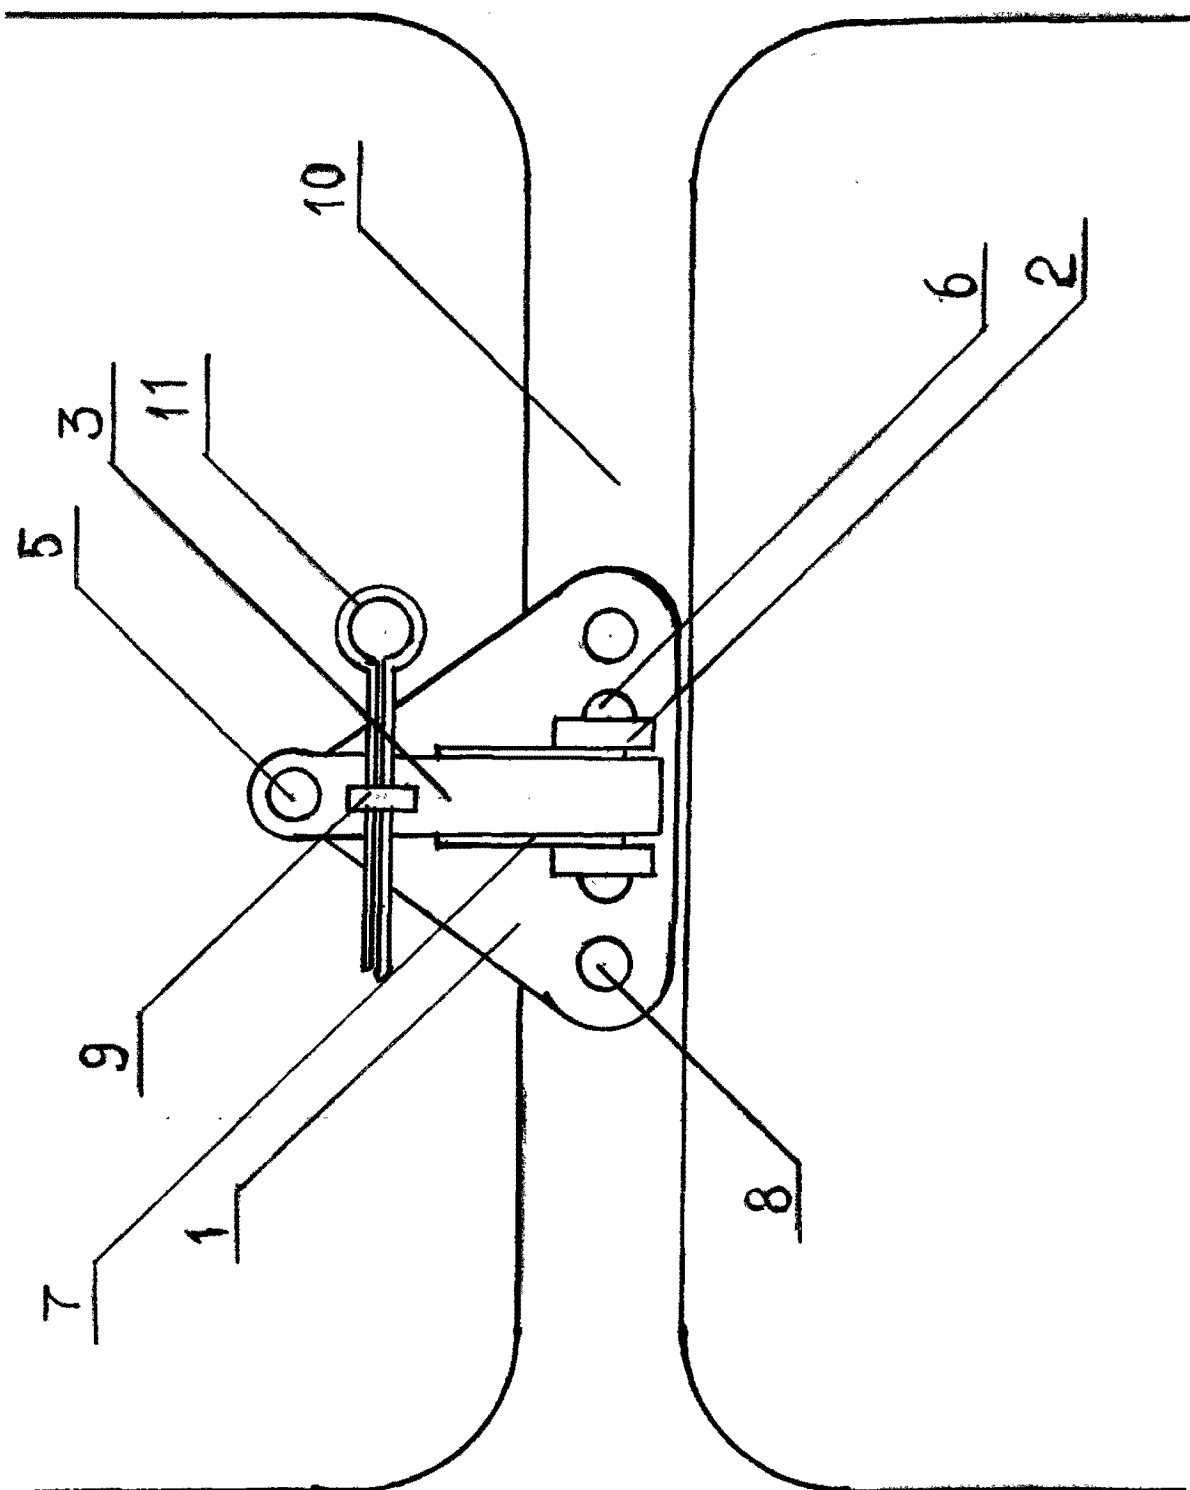
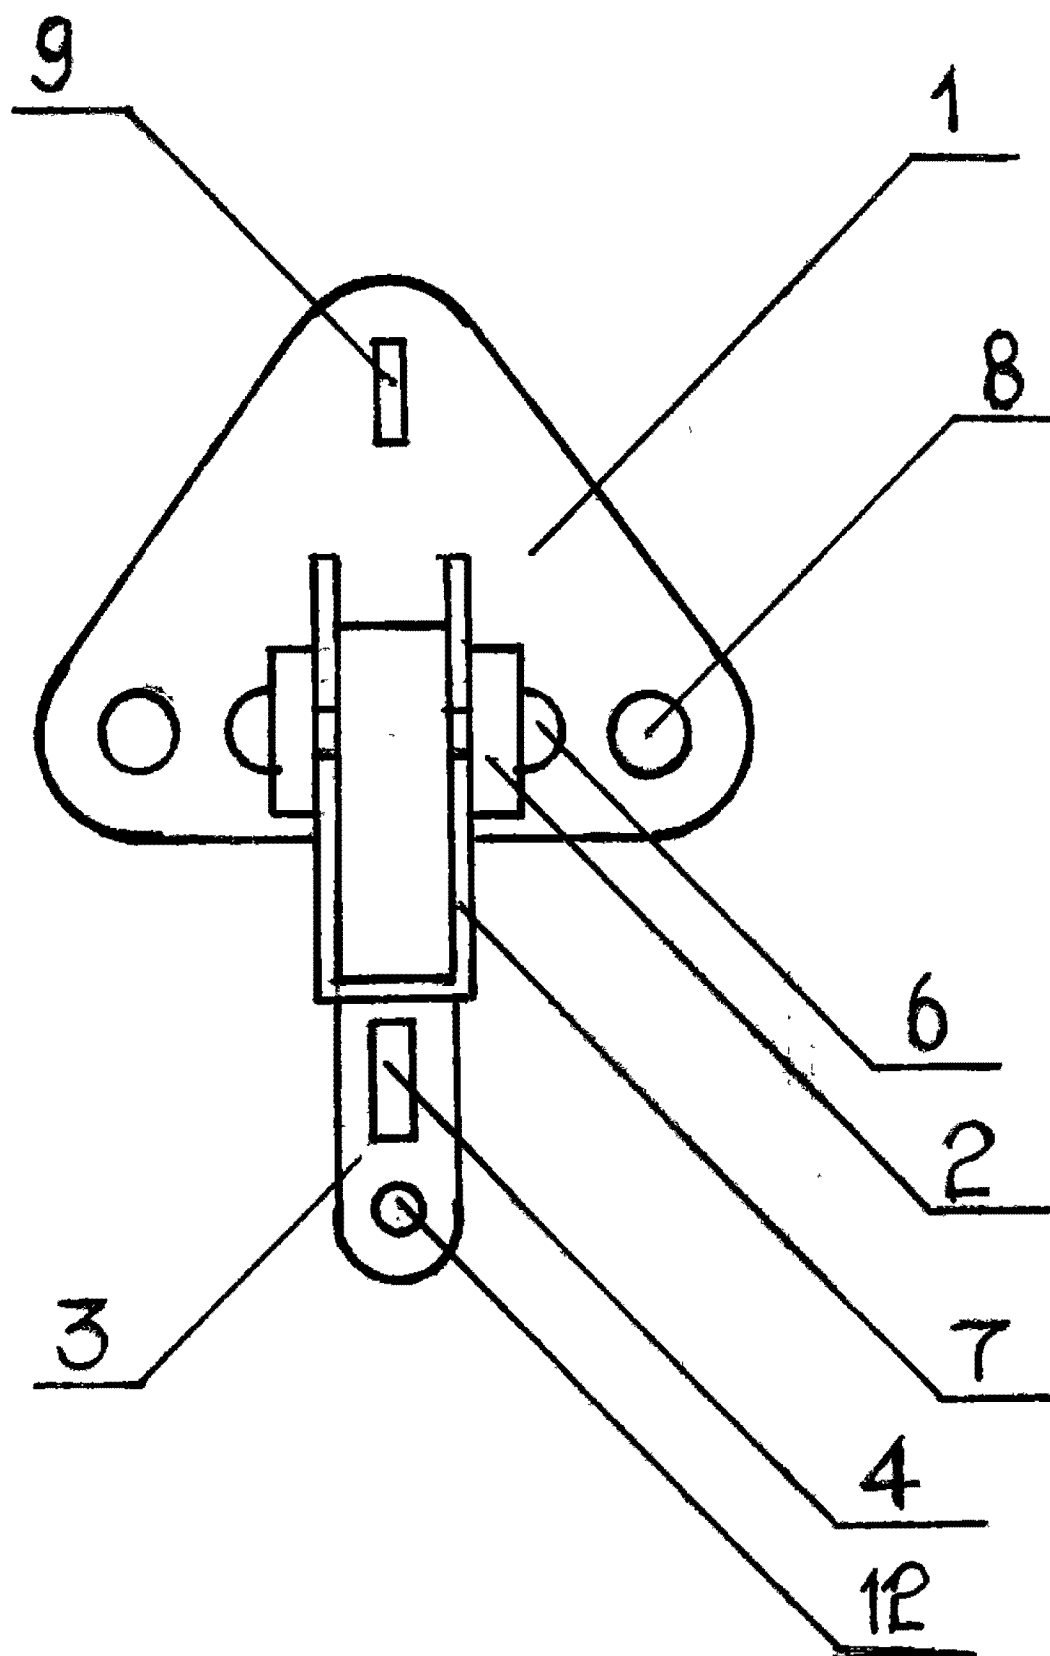

图 1
图 2
[0007] 图 1 是本实用新型安装示意图
[0008] 图 2 是本实用新型主视图
[0009] 图 3 是图 2 的侧视图
[0011] 在图 1、图 2 和图 3 中, 设有扣环 (9) 的安装座 (1) 用螺栓或钢木螺钉 (8) 固定在公交车玻璃的窗框 (10) 上, 圆钢制作的击锤 (5) 用螺栓 (12) 固定在扣板 (3) 的一端, 击锤的击打端加工成锥形, 扣板上设有与安装座上的扣环配合的条孔 (4), 扣板在装配上弹簧 (7) 后, 用销轴 (6) 固定在安装座的铰座 (2) 上, 当需要使用该公交车玻璃破窗装置时, 将扣板向上扳起, 扣板上的条孔套入安装座上的扣环中, 用抽销 (1) 锁定。